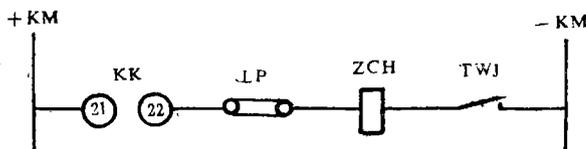

图 6
还有一些退出重合闸的设计,特别是10kV开关柜,采用退出重合闸继电器,压板投入后就长期带正电,见图6所示。
1. 统一压板上柱头与下柱头的电压,一般应下柱头带负电,上柱头接至正电(如果不统一上下柱头电压,对图5、图6情况,压板距离就要按图2所述要求才能防止误碰跳闸。)